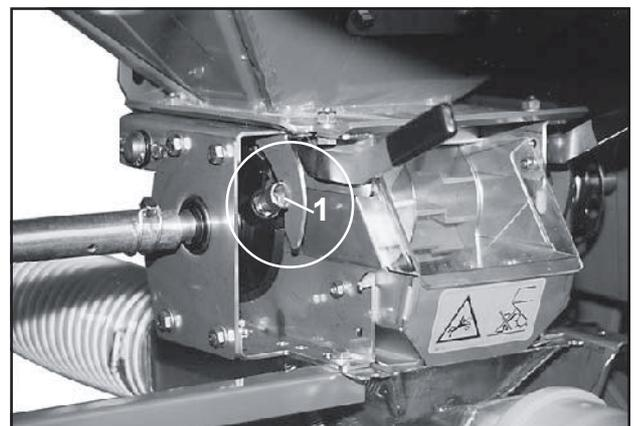

Fig. 7.4
- **Beide** Stellschrauben (Hauptsäräder)(7.3/1) bis in die jeweilige Lücke des Arretierbleches (7.3/2) herausdrehen (**siehe Fig. 7.4**).